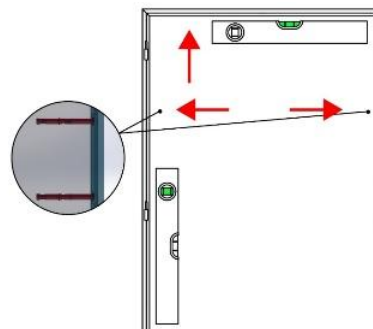

Abbildung 2.
6. Schützen Sie den Rahmen vor Verschiebung, indem Sie ihn an drei Punkten (werkseitig vorbereitet), mit Schrauben und Dübeln oder mit Keilen vormontieren (Abbildung 2). **Hinweis:** Bevor Sie die Schrauben zwischen Wand und Rahmen montieren, montieren Sie Abstandshalter, um das Rahmenprofil beim Anbringen der Schrauben an der Wand vor Verbiegen zu schützen.